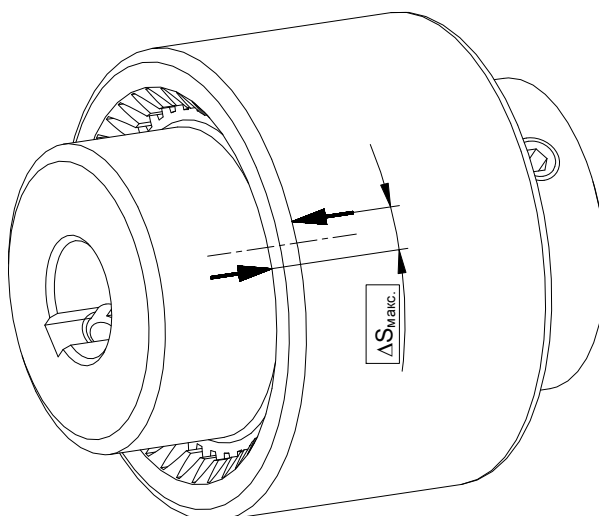

Рис. 13: маркировка ступицы и втулки
- Провести маркировку втулки и ступицы (см. рис. 13).